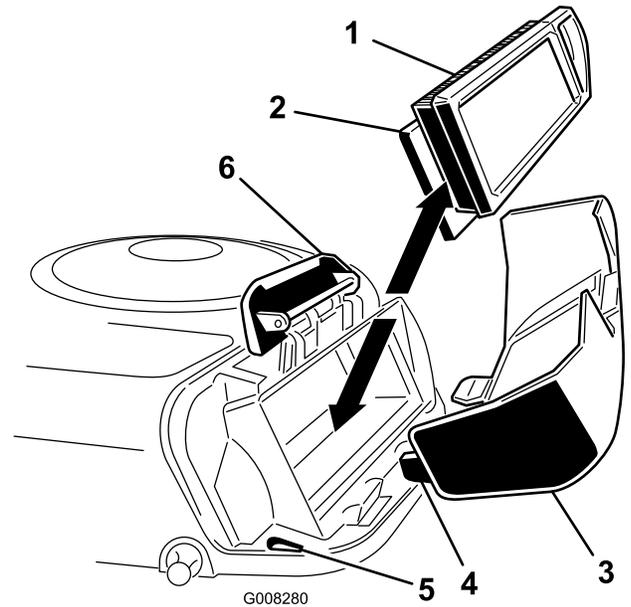

Figura 22
4. Deslice cuidadosamente el filtro de papel y el filtro de gomaespuma para retirarlos de la carcasa del soplador (Figura 22).
2. Alinee las pestañas de la tapa del limpiador de aire con las ranuras de la carcasa del soplador (Figura 22).